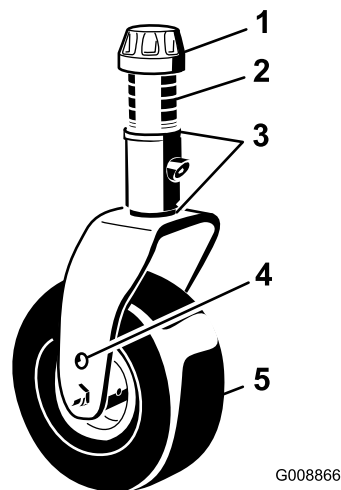

Figura 32
3. Ajuste os calços de 3 mm na(s) forquilha(s) da roda giratória de forma que coincidam com altura de corte fixada no autocolante (Figura 32); consulte Ajustar a altura de corte \(página 28\).